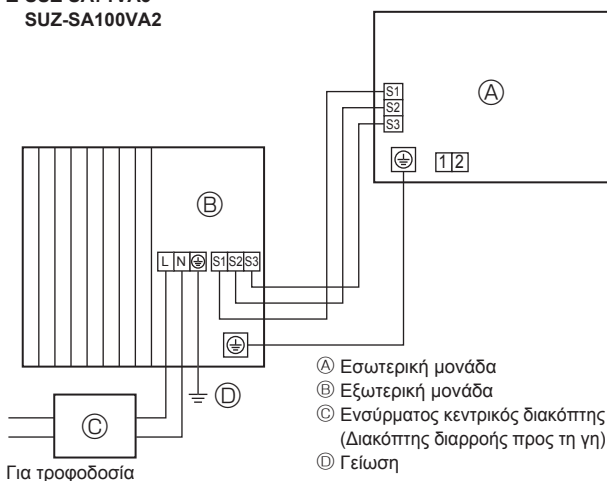
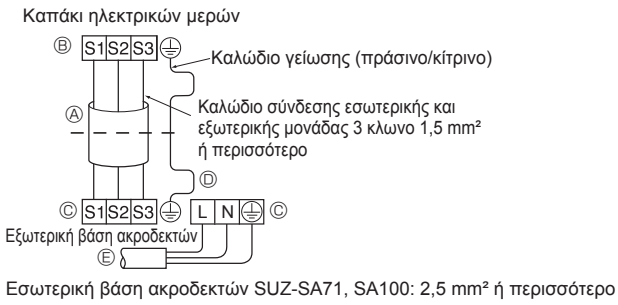
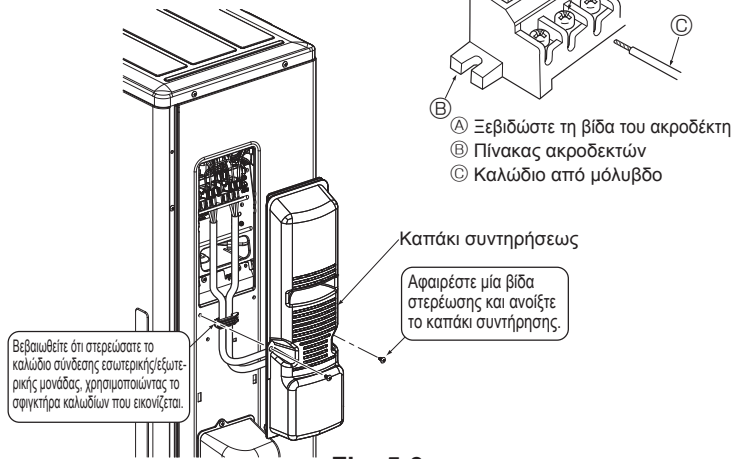

Fig. 5-1
Fig. 5-2
Fig. 5-3
### 5.1. Εξωτερική μονάδα (Fig. 5-1, Fig. 5-2, Fig. 5-3, Fig. 5-4)
- Συνδέστε τα καλώδια σύμφωνα με τις Fig. 5-1, Fig. 5-2, Fig. 5-3 και Fig. 5-4.
- Εκτελέστε την καλωδίωση, όπως φαίνεται στο διάγραμμα κάτω αριστερά. (Προμηθευτείτε το καλώδιο επί τόπου) (Fig. 5-2)
- Προσέξτε να μην κάνετε κακή σύνδεση των καλωδίων. (Fig. 5-3)